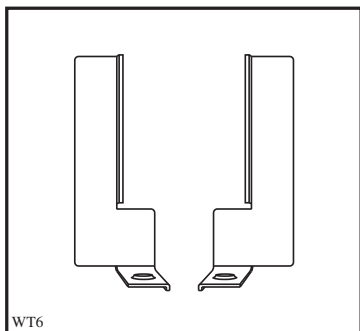

Fig 2b
- Monter metallfesteplatene (fig. 2b/3b) og fest dem med skruene som følger med (A+B) både på tørketrommelen og på vaskemaskinens øverste kanter.